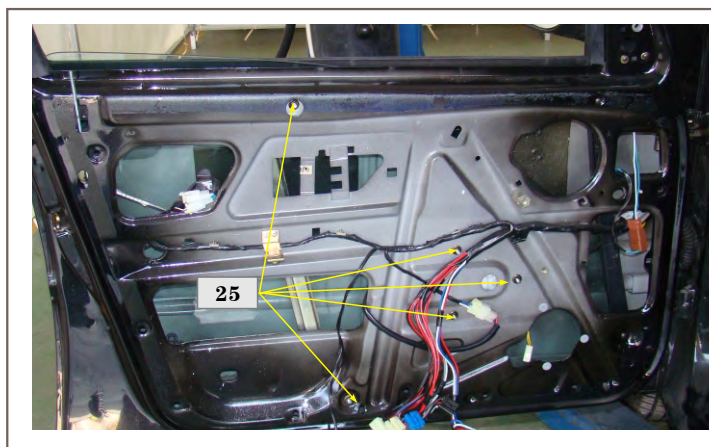

图10-57 装玻璃升降器
③装上玻璃升降器的五个连接螺母25。（如图10-57所示）。